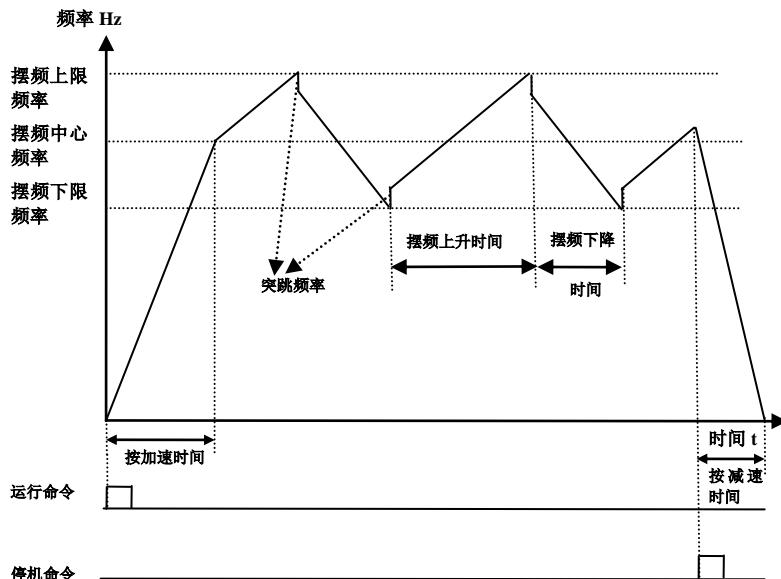

图 6-6 摆頻模式 1 工作示意图
- F235=1, 摆頻模式 1, 中心频率固定, 由 F242 给定, 工作过程如图 6-6 所示。
· 摆频工作模式见图 6-6、6-7、6-8。